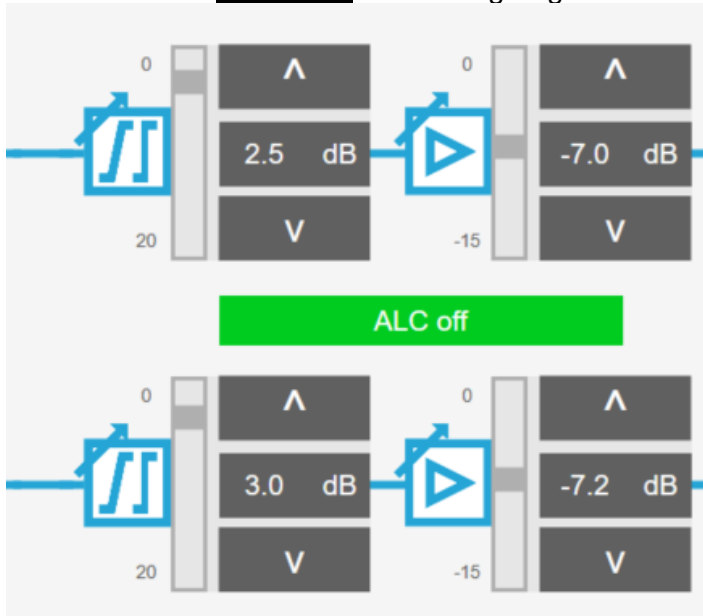

Fig.7
- Regel het niveau van de uitgang 1 m.b.v. signaalniveau meter nu handmatig in op de juiste niveaus door middel van de **verzwakker** en **effenaar** knoppen in het **Forward Path** tabblad. (Fig. 7)